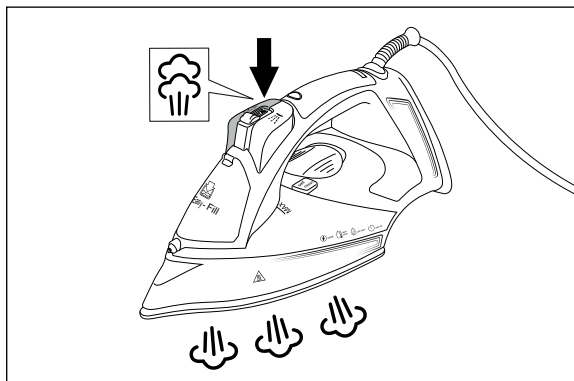

Fig. 6
- 3) Pulse varias veces brevemente el botón de chorro de vapor **4** en intervalos de unos 5 segundos (consulte la fig. 6).
- 2) Vacíe completamente el depósito de agua ⑬ de la plancha de vapor a través del orificio de llenado **Easy-Fill** ② en un fregadero o lavabo.
- 3) Mezcle 160 ml de agua con 160 ml del producto antical **DURGOL Universal Schnell-Entkalker** (proporción de 1:1) y utilice el vaso medidor ⑮ para verter la mitad de la mezcla en el depósito de agua ⑬. Vierta la otra mitad de la mezcla de producto antical en un recipiente plano que sea lo suficientemente grande (p. ej., un cuenco plano) para el proceso final de eliminación de la cal de la suela ①.
- 5) Oriente la boquilla de agua ① hacia una toalla y pulse el botón de la función de rociado  ⑤ unas 20 veces (consulte la fig. 6).
- 6) Mantenga elevada la plancha de vapor en posición horizontal sobre un fregadero, lavabo o recipiente similar y mantenga pulsado el botón **self clean** ⑫. Mueva la plancha ligeramente de un lado para otro. Oscílela también ligeramente de forma que se incline un poco para que el contenido del depósito de agua ⑬ salga por los orificios de salida del vapor ⑭ de la suela ①.
- 7) Suelte el botón **self clean** ⑫ en cuanto note que sale menos líquido de los orificios de salida del vapor ⑭. Vacíe todo el contenido restante del depósito de agua ⑬ a través del orificio de llenado **Easy-Fill** ② en un fregadero o lavabo.
- 8) Utilice el vaso medidor ⑮ para llenar hasta la marca **MAX** el depósito de agua ⑬ con agua corriente o agua destilada (consulte el capítulo **Llenado del depósito de agua**). Repita los pasos 5-7 en dos procesos.